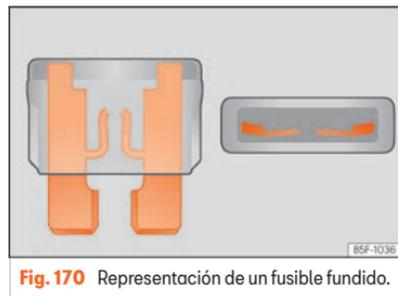

Fig. 170 Representación de un fusible fundido.
- Reconocerá un fusible fundido si la tira de metal está fundida »» » fig. 170.